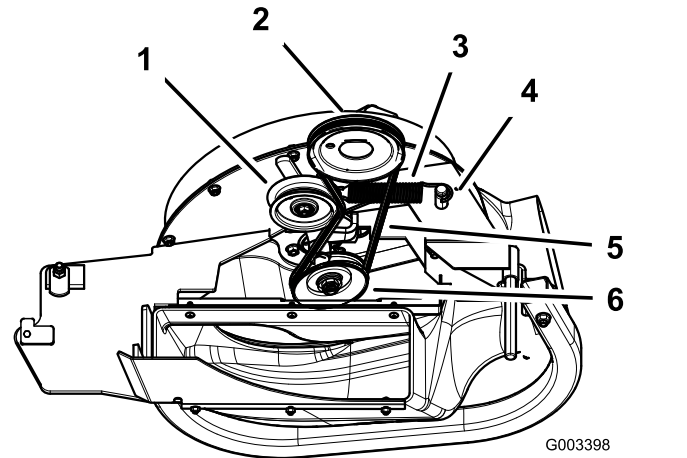

Figure 11
1. Installez la courroie autour de la poulie du ventilateur (Figure 11).
2. Montez le ressort sur le bras de la poulie de tension et l'ergot du ventilateur (Figure 11).